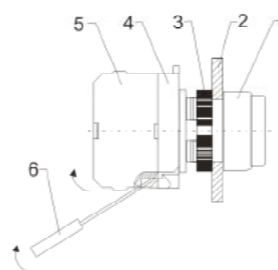

Рис. 4
1) С помощью плоской отвертки следует приподнять подвижную защелку контактного элемента, а затем оттянуть контакт от промежуточного корпуса (рис. 4)